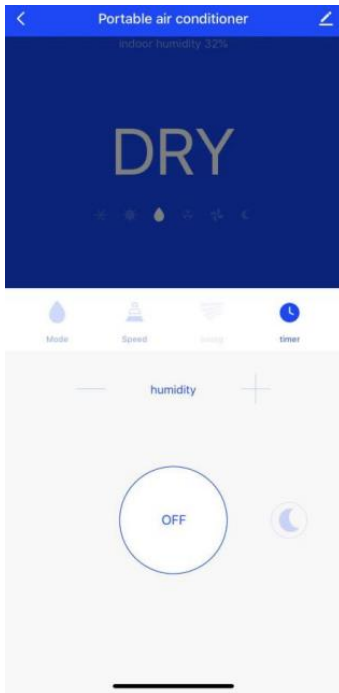
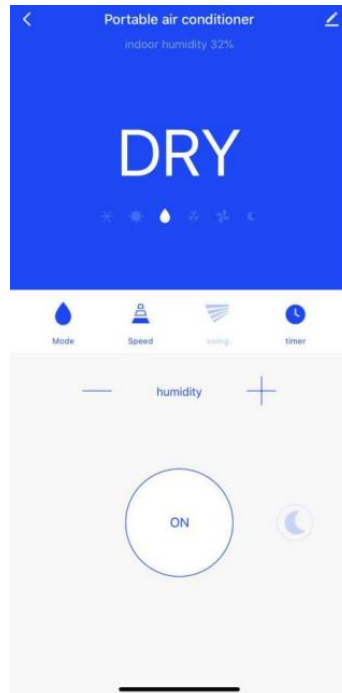

Abb.15
Abb.16
1. Tippen Sie in Abb. 15 auf „AUS“, die Schnittstelle wechselt zu Abb. 16 und das Gerät beginnt zu arbeiten.